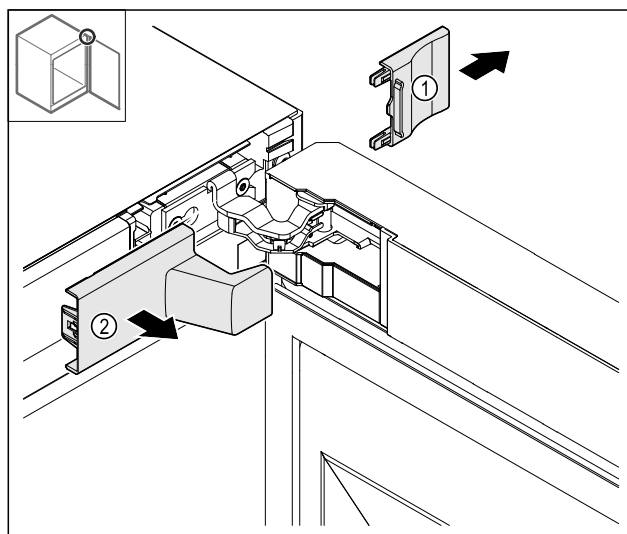

Fig. 13
- Eemaldage kate Fig. 13 (1) ja siis Fig. 13 (2).